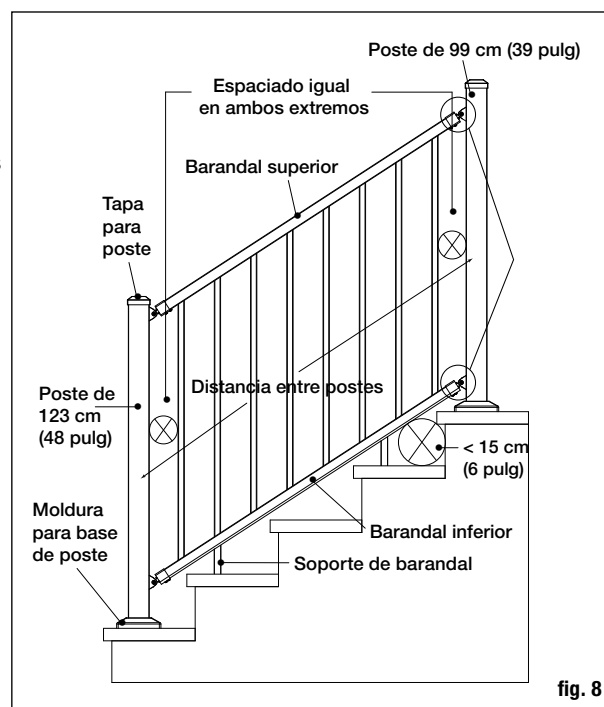

fig. 8
- Para asegurarse de que la ubicación de los postes sea compatible con el barandal, coloque ambos postes en sus posiciones antes de fijarlos a la terraza y apoye el barandal inferior a lo largo de los cantos de los escalones, desde arriba a abajo, adyacente a ambos postes. Del lado del barandal del poste, mida desde la parte superior del barandal y asegúrese de que hay por lo menos 86.3 cm (34 pulg) hasta el extremo superior del poste. Quizá sea necesario modificar la ubicación de los postes para asegurarse de obtener un mínimo. Repita este paso para el poste inferior. Nota: cuando esté instalado, el barandal no debe permitir que pase una esfera de 15.2 cm (6 pulg.) entre la huella y la contrahuella de la escalera y el barandal, como se muestra en la fig. 8.